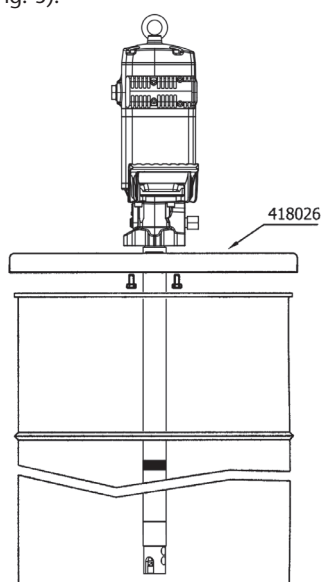

Fig. 2
- **a.** Installation avec couvercle renforcé (418026 pour fût de 185 kg et 418025 pour fût de 50 kg). Introduire la pompe par le couvercle et la fixer à l'aide des vis fournies. Fixer fermement le couvercle sur le fût (Fig. 2).